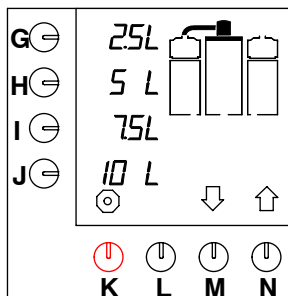

Fig. 6 Ecrã de início
- A lâmpada indicadora do mesmo irá acender-se. As opções padrão irão aparecer no visor. Consulte a fig. 6 .